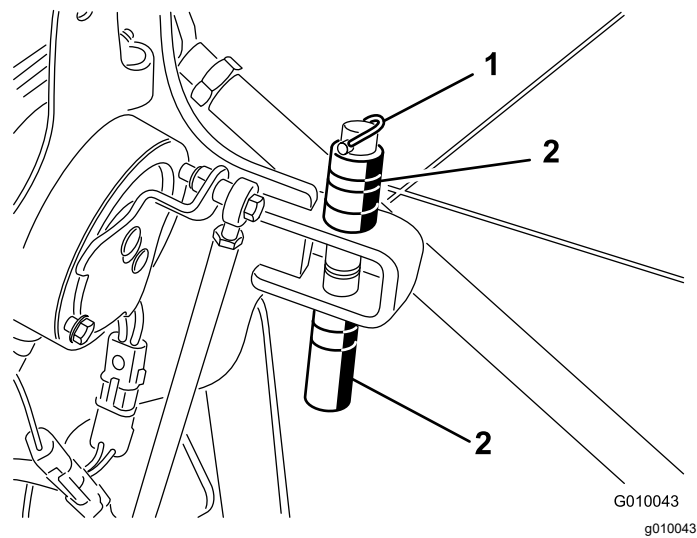

Рисунок 20
2. Снимите шплинт, который удерживает проставки и пальцы фиксации глубины аэрации (Рисунок 20).